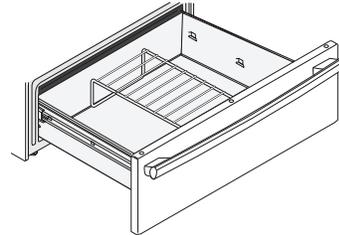

Figure 33 : Position vers le haut
- Vers le haut (figure 33) pour permettre de disposer des aliments peu épais sur et sous la grille (par exemple, petits pains ou biscuits sur la grille et plat en dessous).